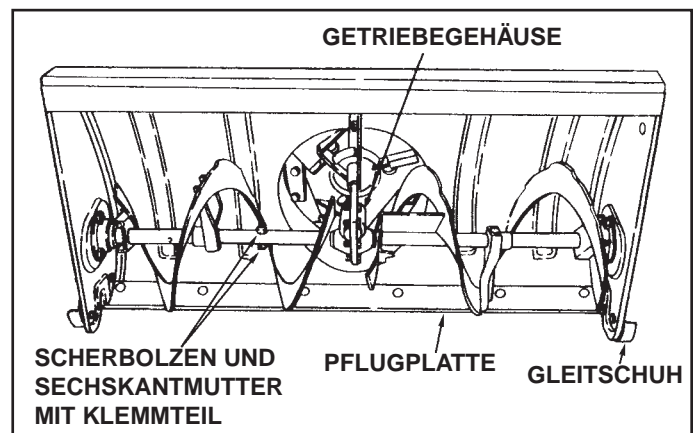

FIGURE 60
- Falls sich die Schnecken nicht drehen, ist zu prüfen, ob die Scherbolzen abgesichert worden sind. Siehe Abbildung 60. Zwei Ersatzscherbolzen und Sechskantmuttern mit Klemmteil sind mit der Schneefräse mitgeliefert worden. Bei zukünftigem Bedarf die Teilenummer 710-0890A Scherbolzen und Nummer 47810 Sechskantmutter mit Klemmteil bestellen.